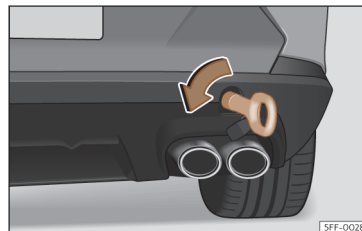

Fig. 46 No lado direito do para-choques traseiro: argola de reboque enroscada.
- Enrosque a argola de reboque no alojamento girando-a ao máximo **no sentido contrário ao dos ponteiros do relógio** »» Fig. 46 »» ❶. Utilize um objeto adequado com o qual possa enroscar completa e firmemente a argola de reboque no seu alojamento.
❶ CUIDADO